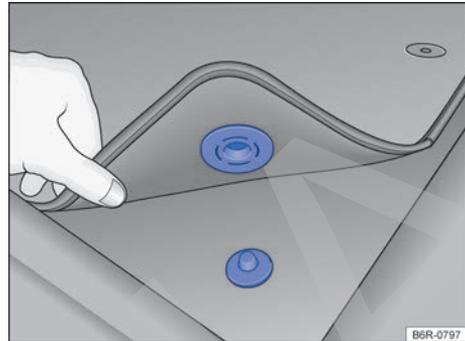

Fig. 17 Alfombra delantera del lado del conductor con fijación al perno de la alfombra.
- ✓ Acomodar bien la alfombra en la zona reposapiés del lado del conductor para que no obstruya la zona de los pedales. Dependiendo de la versión del vehículo, la alfombra delantera del lado del conductor puede tener fijación al perno de la alfombra → fig. 17.